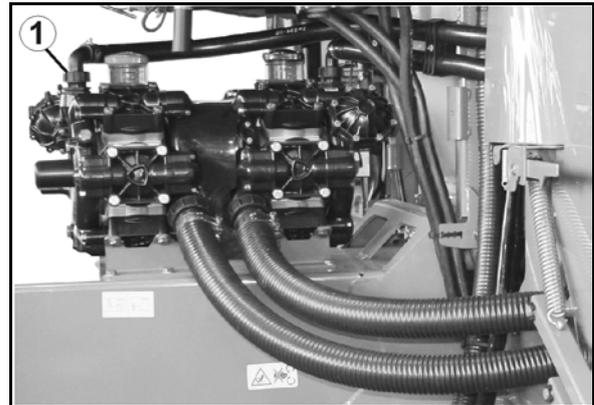

Fig. 189
1. Überwurfmutter (Fig. 189/1) lösen.